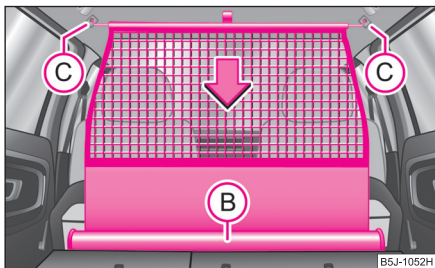

Fig. 76 Strângerea peretelui despărțitor
- Trageți bara în spate din suporturile din plafon, mai întâi pe o parte, apoi pe partea cealaltă, și scoateți-o din suporturi **C** ⇒ fig. 76.